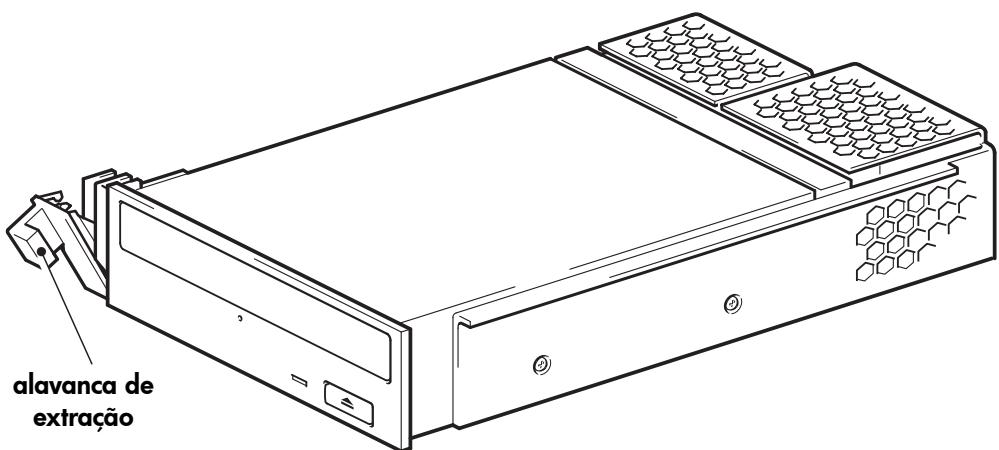

Figura 1a: alavanca de extração na posição para fora
- 1 Antes de instalar a unidade de DVD+RW, verifique se a alavanca de extração está na posição inteiramente aberta (puxada para fora), conforme mostra a figura 1a.